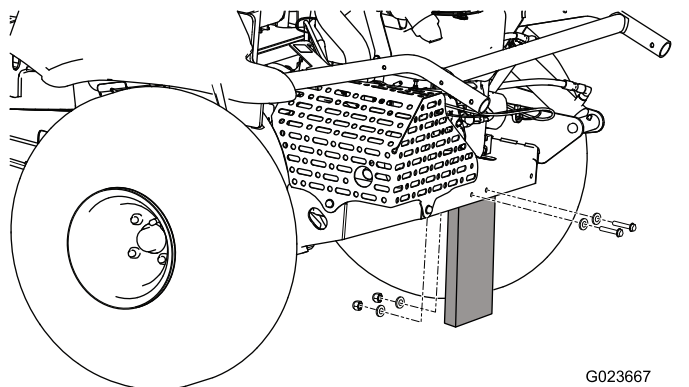

图3
2. 拆下将运输板固定到机器后部的螺母、螺栓和垫圈（图3）。